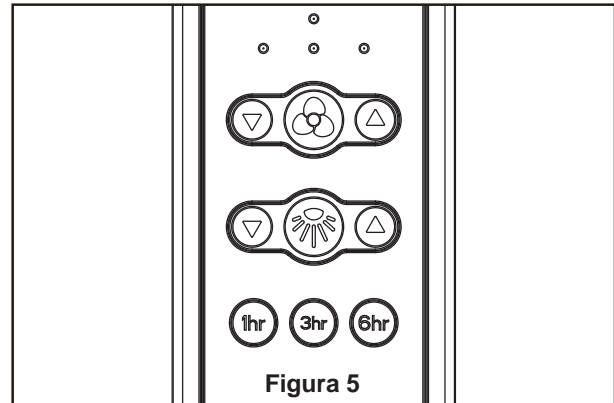

Figura 5
4. Una vez que se ha realizado la conexión, deslice el receptor en el soporte del colgador, teniendo cuidado de no pillar los cables. (Figura 5)
5. Funciones del control remoto: (Figura 5)